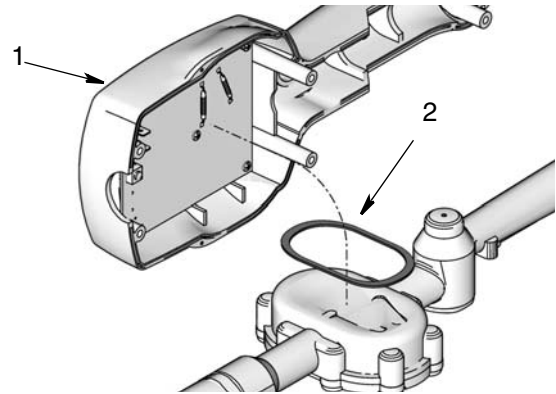

図 5
2. ホース接続金具をスイベル (4) (図 5) に接続する前に、スイベルカバー (34) を小さい方の端を先にしてホースの上へ滑らせます。